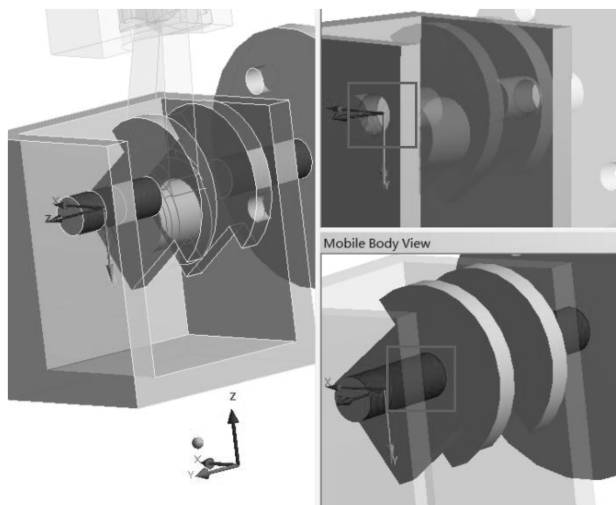

图 5-16 创建 Oil pan 与 Crank 连接
(3) 创建 Oil pan 与 Crank 连接：单击【Connections】→【Joints】→【Body-Body】→【Revolute】，在标准工具栏中单击 ，参考体选择 Oil pan 支撑曲轴两侧孔内表面，运动体选择 Crank 圆柱外表面，如图 5-16 所示，其他默认。
(4) 创建 Piston pin 与 Connecting rod 连接：单击【Connections】→【Joints】→【Body-Body】→